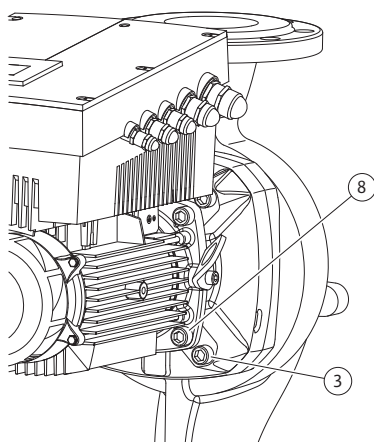

Fig. 49: Fixarea opțională a ansamblului motor cu rotor hidraulic
11. Desfaceți și îndepărtați șuruburile (Fig. 7, Poz. 3). În funcție de tipul pompei se vor îndepărta șuruburile exterioare (Fig. 49, Poz. 3). După îndepărtarea șuruburilor, ansamblul motor cu rotor hidraulic (vezi Fig. 13) rămâne în poziție sigură în carcasa motorului, nu există niciun pericol de basculare, nici chiar atunci când arborele motorului se află în poziție orizontală.
22. Împingeți cu grijă piesa intermediară peste arbore și poziționați-o în poziția inițială sau într-o altă poziție unghiulară dorită în raport cu flanșa motorului. Totodată țineți cont de pozițiile admise de montare ale componentelor (a se vedea capitolul 7.1 „Poziții de montare admise și modificarea dispunerii componentelor înainte de instalare” la pagina 20). Fixați piesa intermediară cu șuruburile (Fig. 7, Poz. 10) **sau** – în funcție de tipul de pompă/tipul piesei intermediare (Fig. 49) – cu șuruburile (Fig. 49, Poz. 8) pe flanșa motorului.